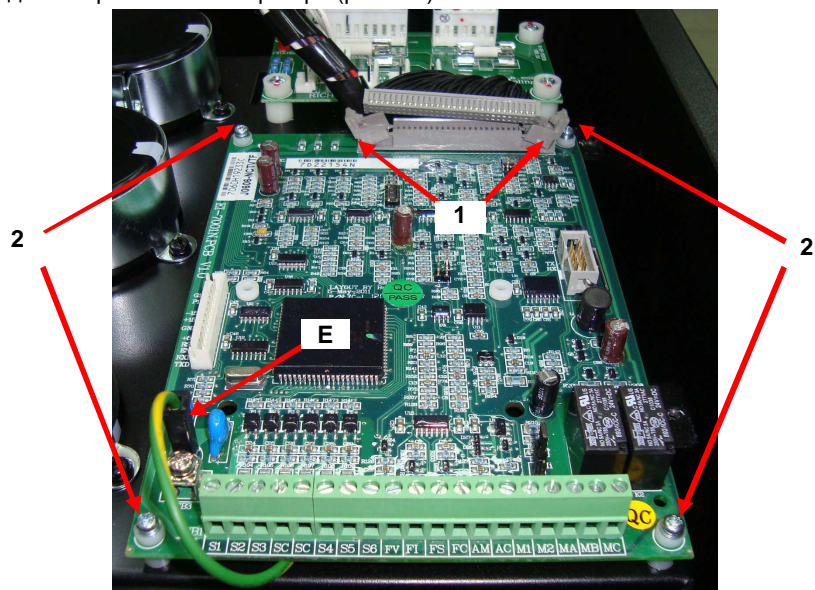

Рис. 6.4. Демонтаж платы ЦП.
6.4.1. Отжать в стороны фиксаторы разъема 1 на плате центрального процессора, отсоединить разъем шлейфа ЦП (рис.6.4).
6.4.2. Отвернуть четыре винта 2 и снять плату ЦП (рис.6.4).
6.4.3. Отсоединить провод заземления (рис.6.4).